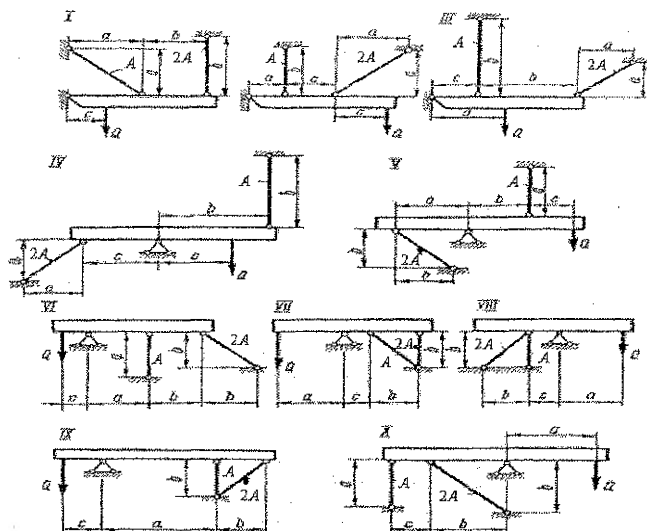

Рисунок 2 – Расчётные схемы
**Задача 2.** Абсолютно жесткий брус опирается на шарнирно неподвижную опору и прикреплен к двум стержням с помощью шарниров (рис. 2). Требуется: 1) найти усилия и напряжения в стержнях, выразив их через силу  $Q$ ; 2) найти допускаемую нагрузку  $Q_{доп}$ , приравняв большее из напряжений в двух стержнях допускаемому напряжению  $[\sigma] = 160$  МПа; 3) найти предельную грузоподъемность системы  $Q_y^k$  и допускаемую нагрузку  $Q_{доп}$ , если предел текучести  $\sigma_y = 240$  МПа и запас прочности  $k = 1,5$ ; 4) сравнить величины  $Q_{доп}$ , полученные при расчете по допускаемым напряжениям (см. п. 2) и допускаемым нагрузкам (см.п.3). Данные взять из табл. 3